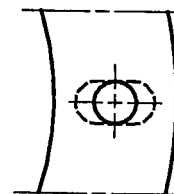

Abb. 4
- Falls erforderlich, die Bohrungen der Isolierdichtung (2) erweitern, (siehe Abb. 4).
- Mit den Schrauben (8) und (falls erforderlich) den Muttern (5) den Flansch (1) an der Kesseltür (6) mit Isolierdichtung (2) montieren, (siehe Abb 2).
- Die Kesseltür öffnen, das Flammrohr (3) an dem Brennerrohr (7) montieren und mit die Mutter (4) befestigen.